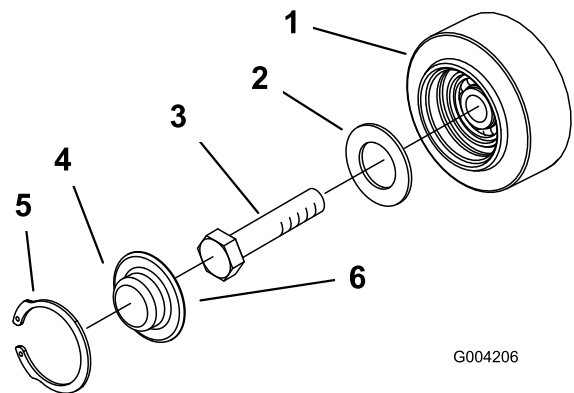

Figura 44
3. Retire la anilla a presión y el tapón de una de las ruedas de rodaje (Figura 44).
4. Compruebe la grasa que hay debajo del tapón y alrededor de la junta (Figura 44). Si está sucia, tiene arenilla o queda poca grasa, elimine toda la grasa, cambie la junta, y añada grasa nueva.
6. Coloque el tapón engrasado sobre la cabeza del perno (Figura 44).
7. Sujete el tapón de la rueda de rodaje con la anilla a presión (Figura 44).